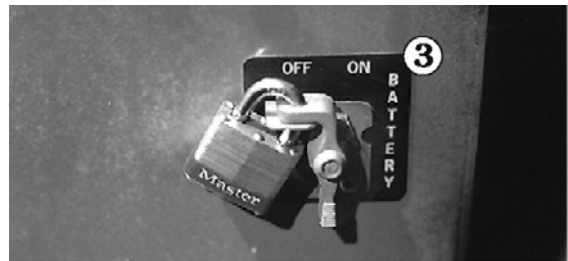

Fig. 10.6
2. Sätt **batterifrånskiljaren** ③ (se Fig. 10.6) i läge "FRÅN" och lås den med ett hänglås.